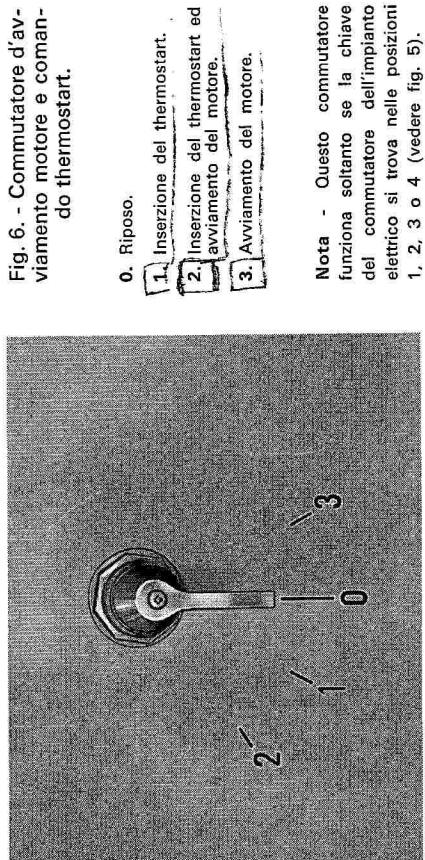

Fig. 6. - Comutatore d'avviamento motore e comando thermostart.
6. Springete a fondo il pomello 11 (fig. 4) e contemporaneamente ruotate la levetta del commutatore d'avviamento fin contro l'arresto 3 (fig. 6). Come il motore si avvia, abbandonate sia il pomello che la levetta.
- Inserite il thermostart ruotando la levetta del commutatore d'avviamento fin contro l'arresto 1, fig. 6; mantenete la levetta **bene ferma** in questa posizione per **10-15 secondi** e ruotate ulteriormente fin contro l'arresto 2. A motore avviato abbandonate la levetta.